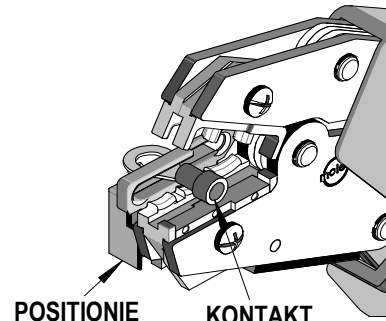

Abb. 1
4. Verwenden Sie einen Positionierer, heben Sie diesen an und setzen Sie den Kontakt in die geeignete Vertiefung mit der Hülse nach oben und gegen die Leiste des Positionierers. Lösen Sie die Positioniererklinge, die den Kontakt an seiner Position hält. Siehe Abbildung 1. Der Positionierer kann angehoben oder abgesenkt werden, so dass der Kontakt flach und gerade im Werkzeuge sitzt. Der Positionierer muss entfernt werden, um Spleiße zu erstellen.